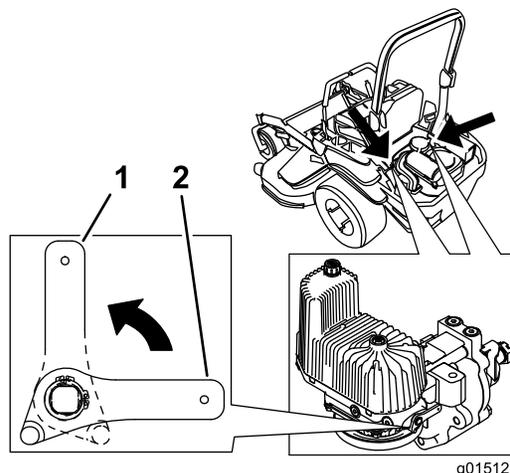

Рисунок 43
3. Поверните рычаги клапанов отключения в вертикальное положение, чтобы перемещать машину толканием (Рисунок 43).
5. Поверните рычаги клапанов отключения в горизонтальное положение, чтобы работать на машине (Рисунок 43).